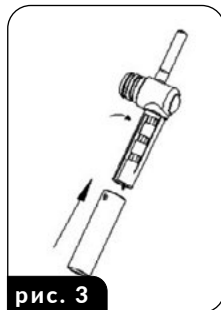

рис. 3
- Поставте маленькі чашки на висувний лоток (6) після того, як витягнете його.
2. Два великі отвори в блюдці (6) і решітці (9) розташовані безпосередньо під вихідним отвором колби для кави - вони вказують, де правильно розташувати дві маленькі чашки.
3. Поставте велику чашку безпосередньо на решітку піддону для крапель (9) - підставку (6) слід заштовхнути всередину приладу.
**УВАГА! При приготуванні кави КАПУЧИНО або ЛАТТЕ обов'язково відрегулюйте насадку для приготування пінки (22). Ви також можете регулювати довжину насадки трубки для дозування молочної пінки, фіксуючи її в різних положеннях відповідно до різних розмірів чашок (рис. 3).**